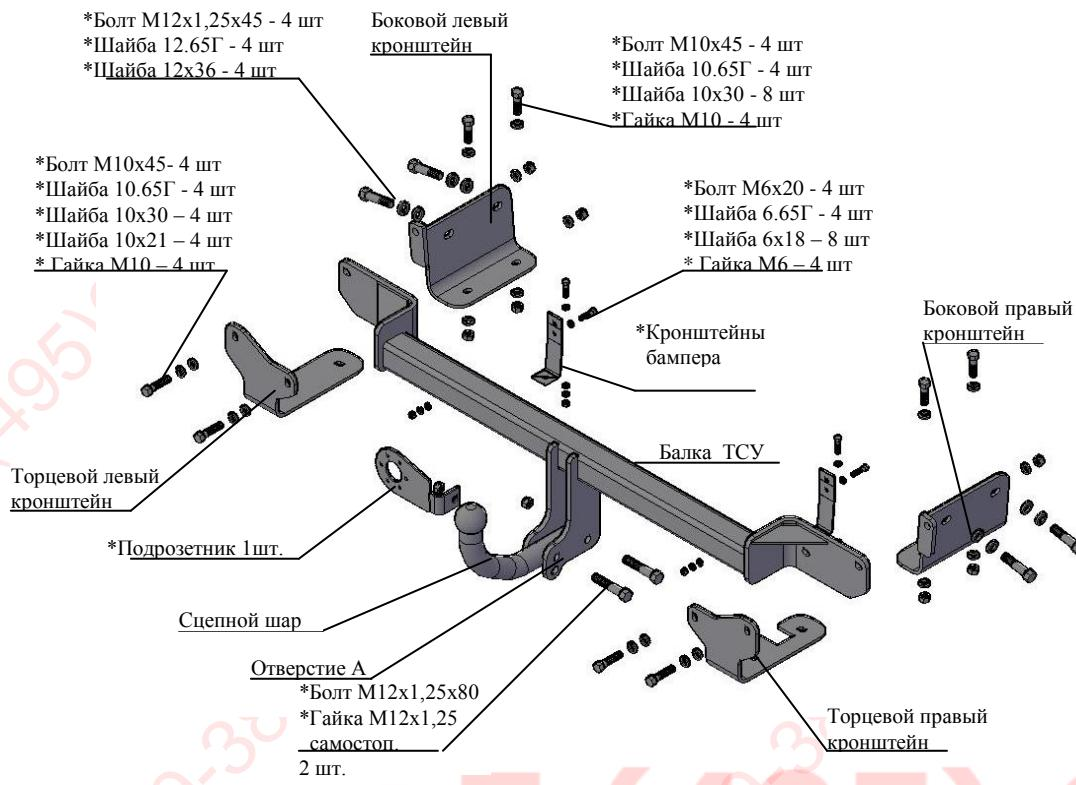

Рис.1 Тягово-сцепное устройство 7240
2.1 ТСУ 7240 в сборе (рис.1)	1 шт.
2.2 Пакет с комплектующими (см. рис.1)	1 шт.
4.2 Установить боковые кронштейны ТСУ (правый и левый соответственно рис.1) на внешние боковые стороны лонжеронов а/м, закрепив болтами M12x1,25x45, под головки болтов подложить шайбы гроверные 12.65Г и шайбы 12x37. Крепеж не затягивать.
4.3 Установить балку ТСУ и торцевые кронштейны (правый и левый соответственно рис.1) (для а/м **Кия Рио** –торцевые кронштейны к фартуку а/м, затем **балку ТСУ**), закрепив их к а/м и боковым кронштейнам через фартук а/м болтами M10x45 и гайками M10, под гайки подложить шайбы гроверные 10.65Г и шайбы 10x30. под головки болтов подложить шайбы 10x30. Крепеж не затягивать.